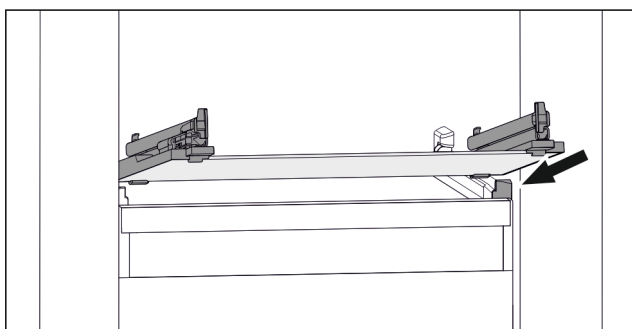

Fig. 109 Príklad zobrazenia sklenenej dosky
- ▶ Nasadte sklenenú dosku šikmo za zárážkami. (pozri Fig. 109)